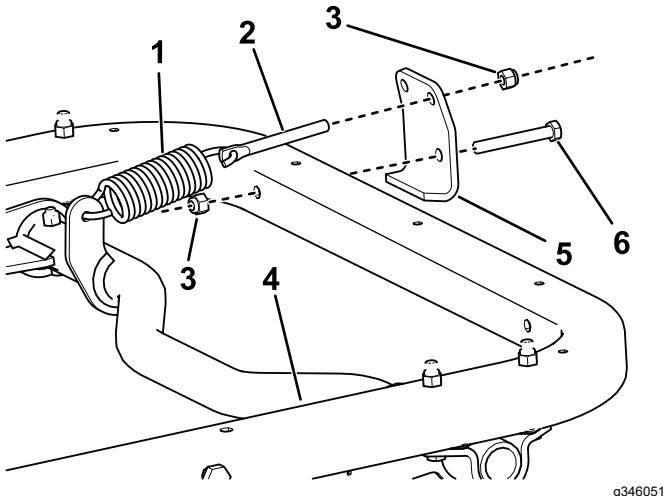

**Bild 5**
1. Verbinden Sie die Verlängerungsfeder mit dem Federhebel am Schwenkrohr und der Federstange (**Bild 5**).
2. Installieren Sie die Schwenkrohrhalterung lose an der rechten Seite (**Bild 5**).
3. Schieben Sie die rechte Seite des Schwenkrohrs in die rechte Schwenkrohrhalterung (**Bild 5**).
5. Heben Sie die linke Seite des Schwenkrohrs zum Rahmen an und befestigen sie mit einer Schwenkrohrhalterung, 2 Schrauben ( $\frac{3}{8}$ " x 3") und 2 Sicherungsmuttern ( $\frac{3}{8}$ ") (**Bild 5**).